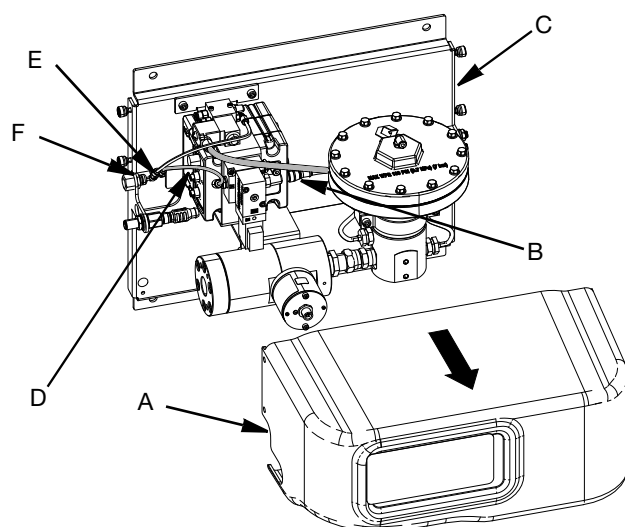

FIG. 8
1. Rimuovere il coperchio del PCF (A).
2. Scollegare il cavo del solenoide dell'aria della valvola di erogazione dalla porta 1(B) dell'FCM. Fissare l'estremità libera del cavo alla piastra di montaggio del fluido PCF (C).
3. Scollegare la linea dell'aria del regolatore (D) dal raccordo wye dell'aria in entrata (E).
4. Scollegare il raccordo wye dell'aria in entrata (D) dal raccordo a gomito dell'aria in entrata (F). Fissare il raccordo wye dell'aria in entrata alla piastra di montaggio del fluido PCF (C). Vedere FIG. 8 a pagina 11.